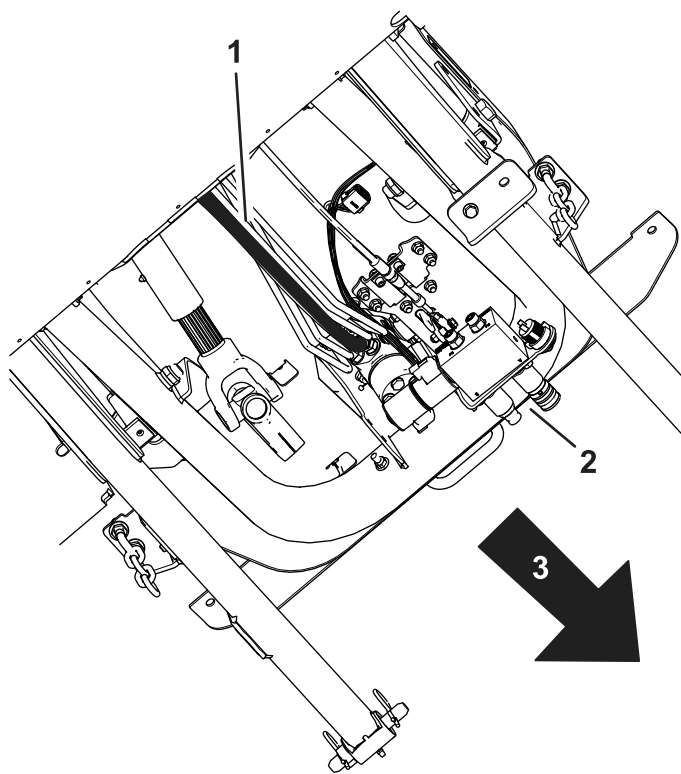

Figura 3
5. Retire la manguera hidráulica existente de la bomba de dirección (Figura 3).